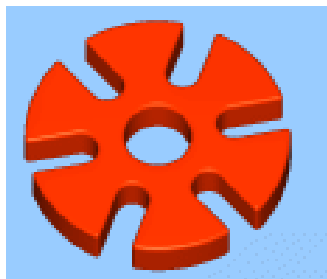

图 1-11 调整颜色
18. 调整颜色。单击工具栏中的  按钮，系统弹出 Shading Settings 对话框，点选 Shading acti，选择一种合适的颜色，然后单击 OK 按钮，完成着色。这时的效果如图 1-11 所示。